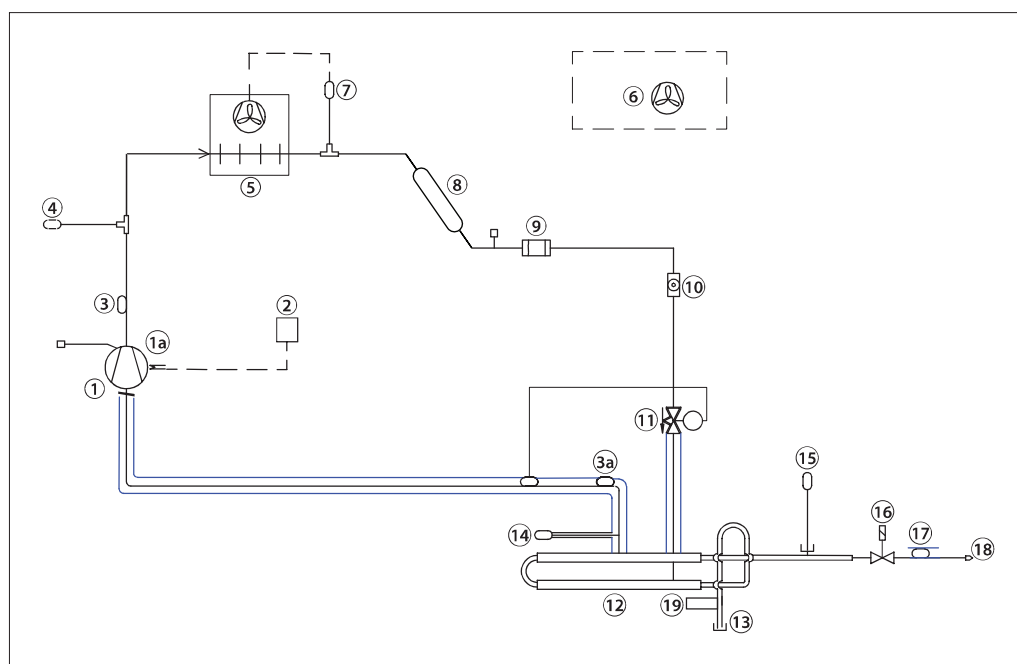

Fig. 1 Layout do R290 do purgador
** Consulte a Fig. 1 e Fig. 10a
Apenas 1 conexão mecânica é necessária para o purgador (consulte a Fig. 1). O fluxo de amônia/gases não condensáveis da planta principal é realizado através do flange para amônia (consulte 13 na Fig. 1 abaixo), enquanto a purga dos gases não condensáveis é realizada através do tubo de escape depois do restritor de purga (18).